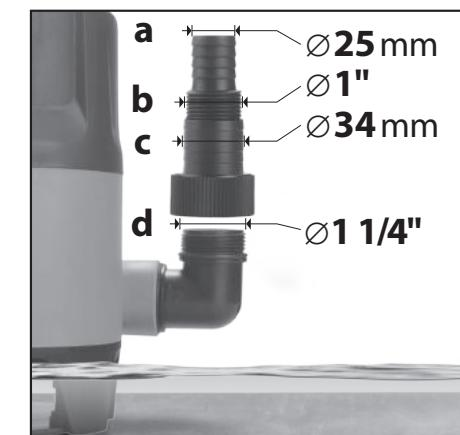

Abb. 4
3. Schrauben Sie in die Ausgangsoffnung der Pumpe das Anschlussstück für den Schlauch ein (Abb. 4).